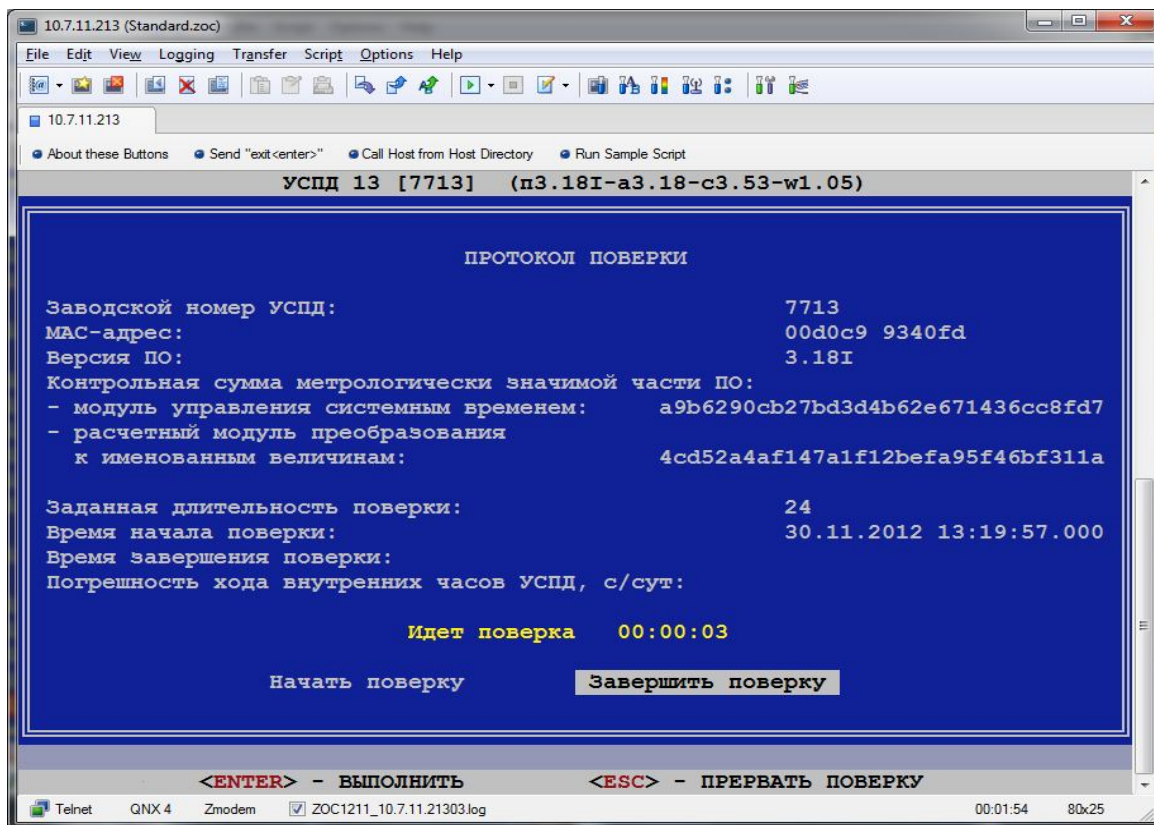

Рисунок 44
3. В окне программы должна появиться информационная строка с индикацией текущей длительности поверки, и начала поверки. Пункты «Завершение поверки», Погрешность хода внутренних часов УСПД станут пустыми, а указатель текущего пункта меню переместится на пункт «Завершить поверку» (рисунок 44). Появится надпись «Идет поверка» с указанием ее текущей длительности.